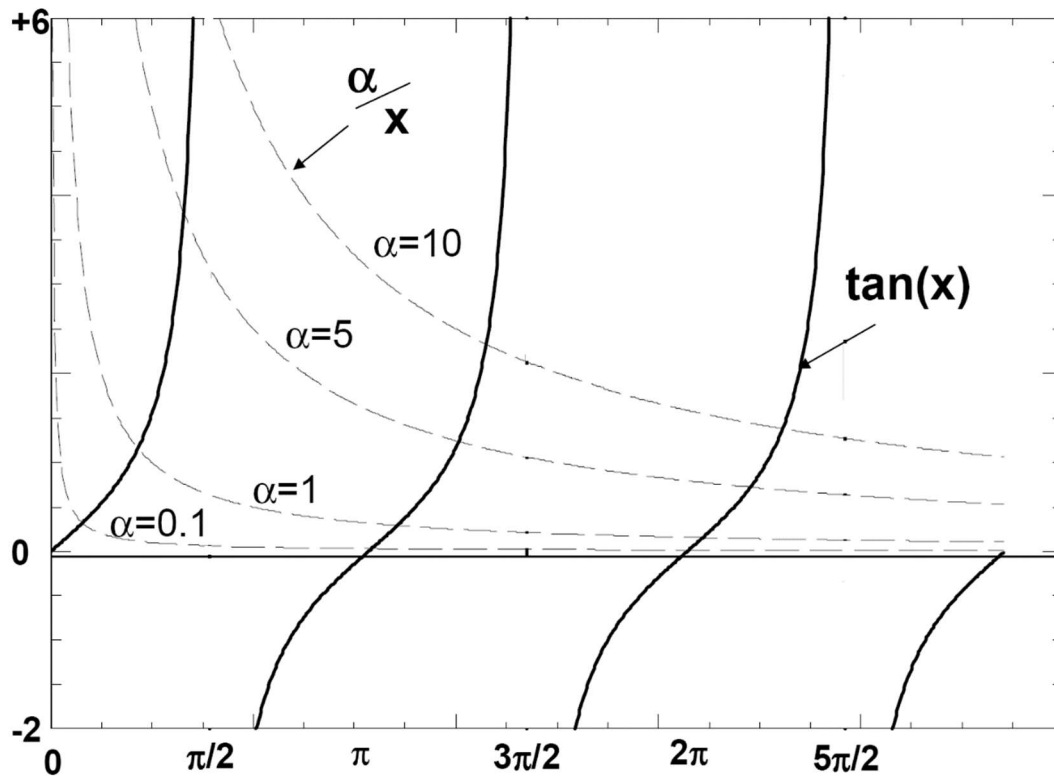

Figure 2 : courbes α/x (traits fins allongés) et $\tan(x)$ (traits continus épais)
- 4) Pour trouver les valeurs de K solutions de cette équation, on propose d'adopter une méthode graphique. Sur la figure 2, on a tracé les fonctions α/X et $\tan(X)$ pour différentes valeurs de α . Expliquer comment cette figure vous permet de déterminer les valeurs possibles de K pour l'équation de la question 3b.